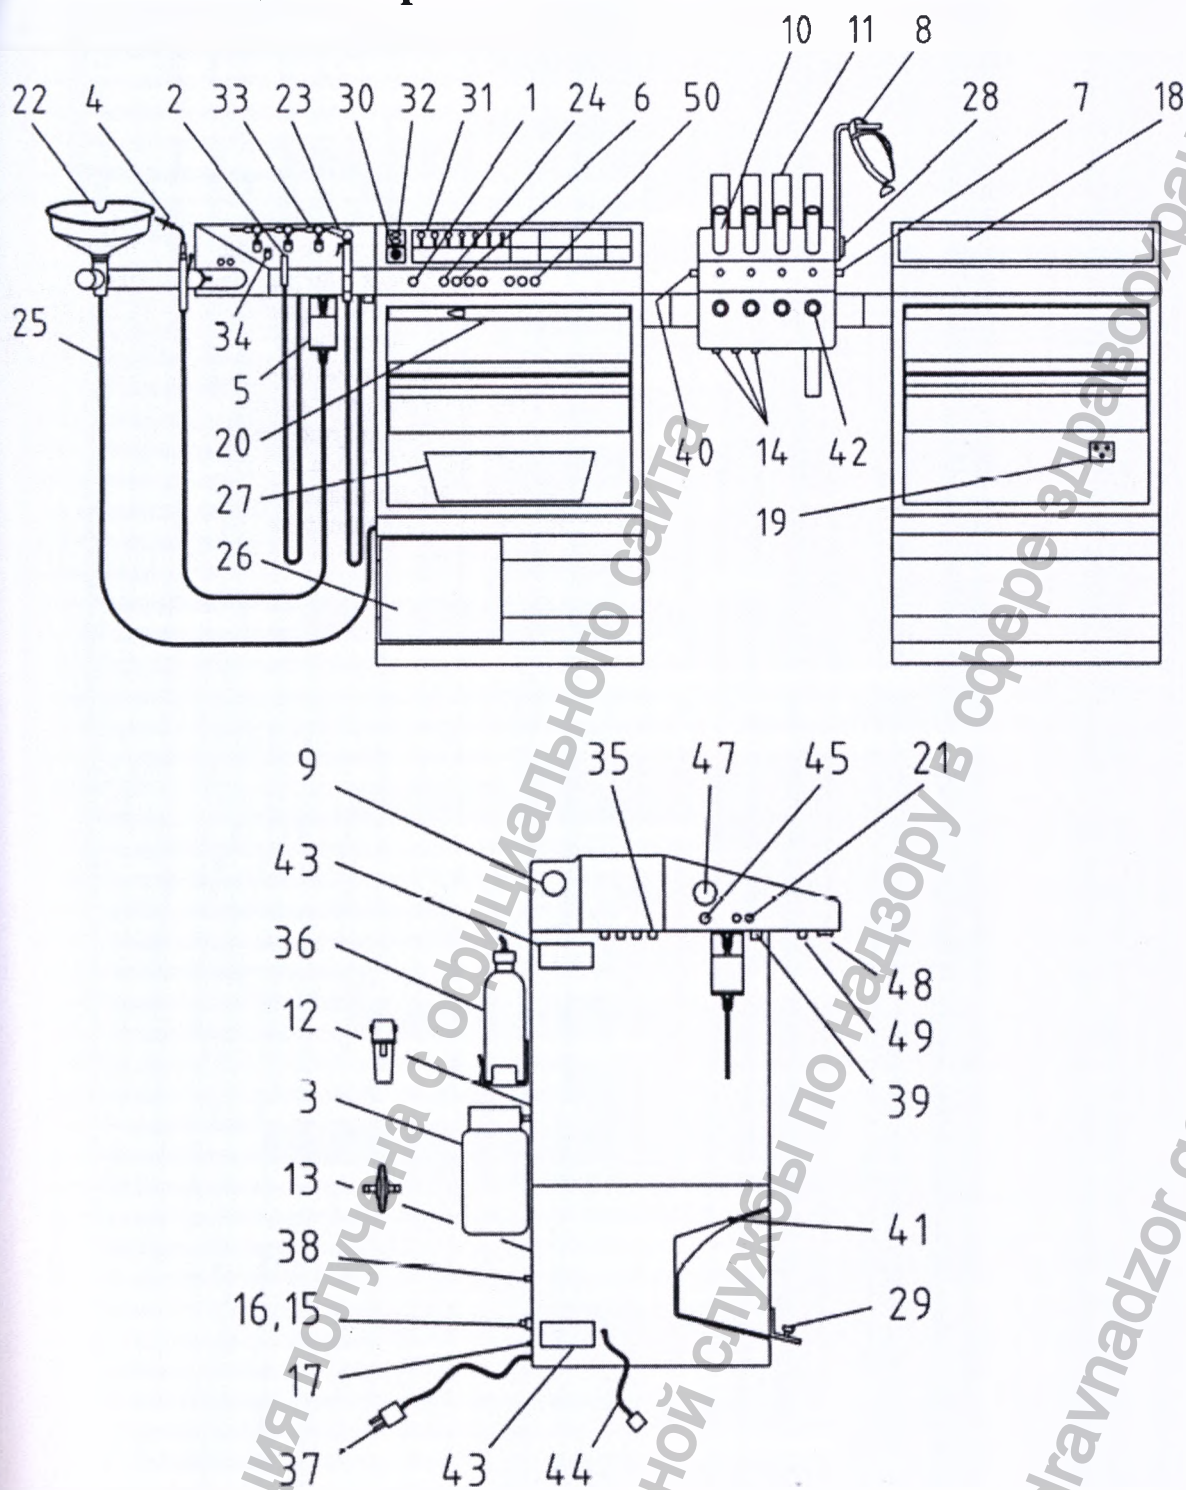

Рис. 1
## Внешний вид аппарата Basic Plus/Basic Plus Station (Рис. 1)
Все внешние устройства, подключаемые к разъемам аппарата Basic Plus/Basic Plus Station (например, как на Рис. 1 (19)), должны соответствовать требованиям стандарта IEC 60601-1. Перед началом работы необходимо измерить ток утечки во всей системе. При этом не должны превышать допустимые значения по стандарту IEC 60601-1.
Если оборудование не может быть сразу подключено к системе водоснабжения, но при этом существует необходимость его использования, термостат (Рис. 1 / (41)) нагревателя воды должен быть установлен на самое низкое значение температуры!